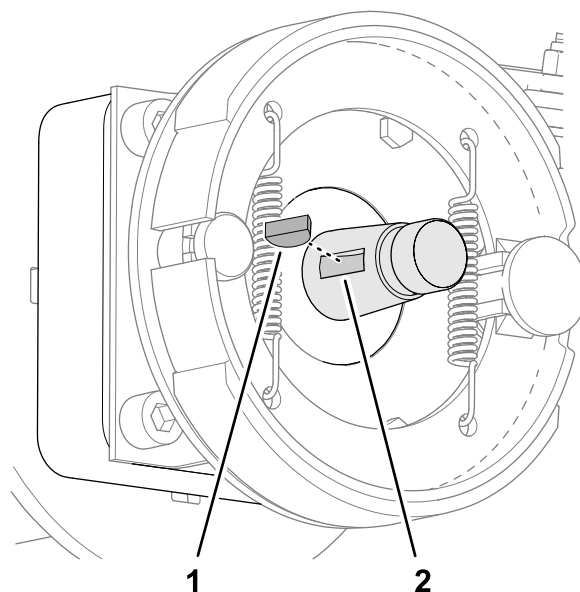

Figura 66
5. Rimuovete la chiave di Woodruff dall'albero motore della ruota (Figura 66).